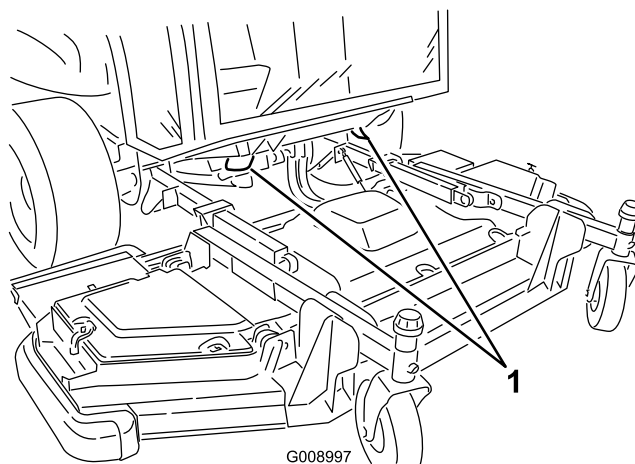

**Figure 39**
1. Point de levage avant (2)
- Au centre du pont arrière à l'arrière de la machine (Figure 39).